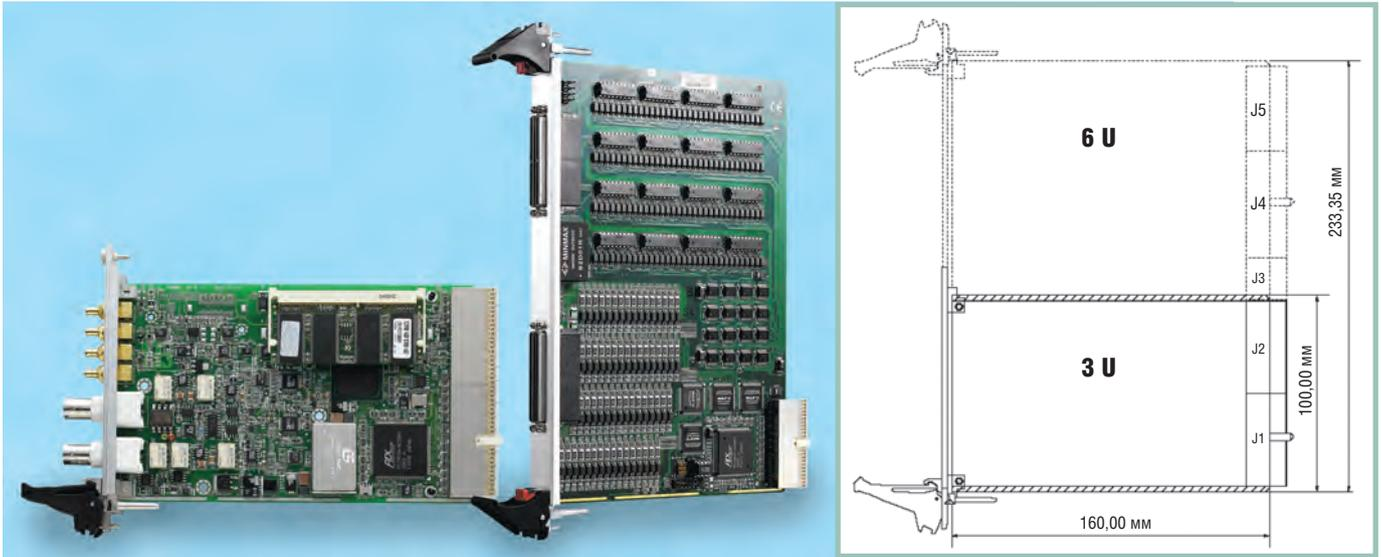

Рис. 1. Внешний вид и размеры модулей CompactPCI
- унифицированные размеры Eurocard в соответствии с IEEE 1101.1 (рис. 1);
Конструктивно платы CompactPCI представляют собой платы Eurocard высотой 3U (100×160 мм) или 6U (233×160 мм, рис. 1).